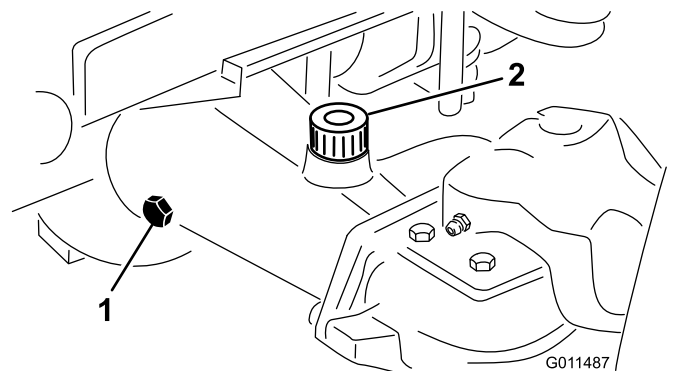

Bild 16
- Entfernen Sie die Prüfschraube aus einem Ende der Achse (**Bild 16**) und stellen sicher, dass der Schmierstoff die Unterseite des Lochs erreicht. Entfernen Sie bei niedrigem Ölstand die Füllschraube (**Bild 16**) und füllen genug Öl ein, um den Stand bis an die Unterseite der Prüfschraubenöffnungen anzuheben.